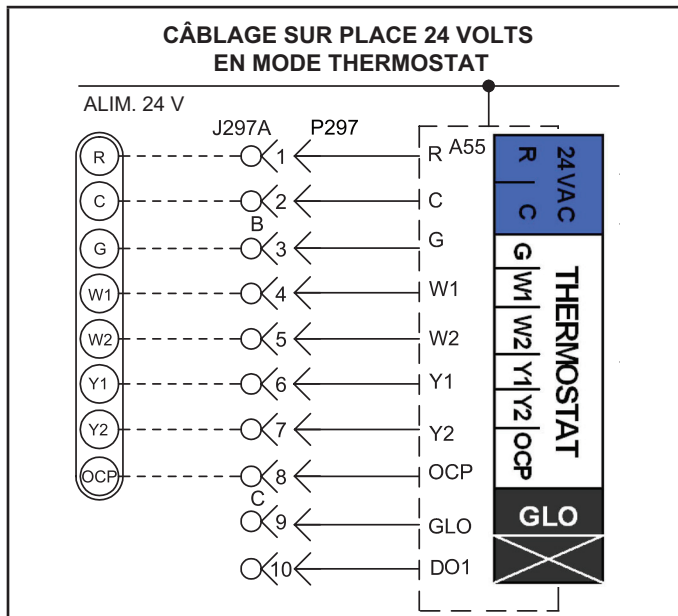

FIGURE 14
- 4 - Câbler comme indiqué à la FIGURE 14 pour les thermostats électromécaniques et électroniques. En cas d'utilisation d'autres dispositifs de contrôle de la température ou de systèmes de gestion de l'énergie, se reporter aux instructions et au schéma de câblage fournis par le fabricant.